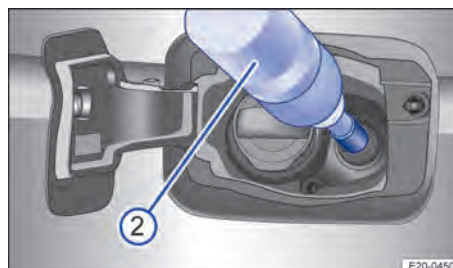

Fig. 175 Derrière la trappe à carburant : ravitaillement en AdBlue avec le bidon de recharge (schéma de principe)
2. Placez le bidon de recharge sur la goulotte de remplissage d'AdBlue® et vissez-le à la main → fig. 175.
3. Poussez le bidon de recharge vers la goulotte de remplissage et maintenez le bidon dans cette position → fig. 175 ②.